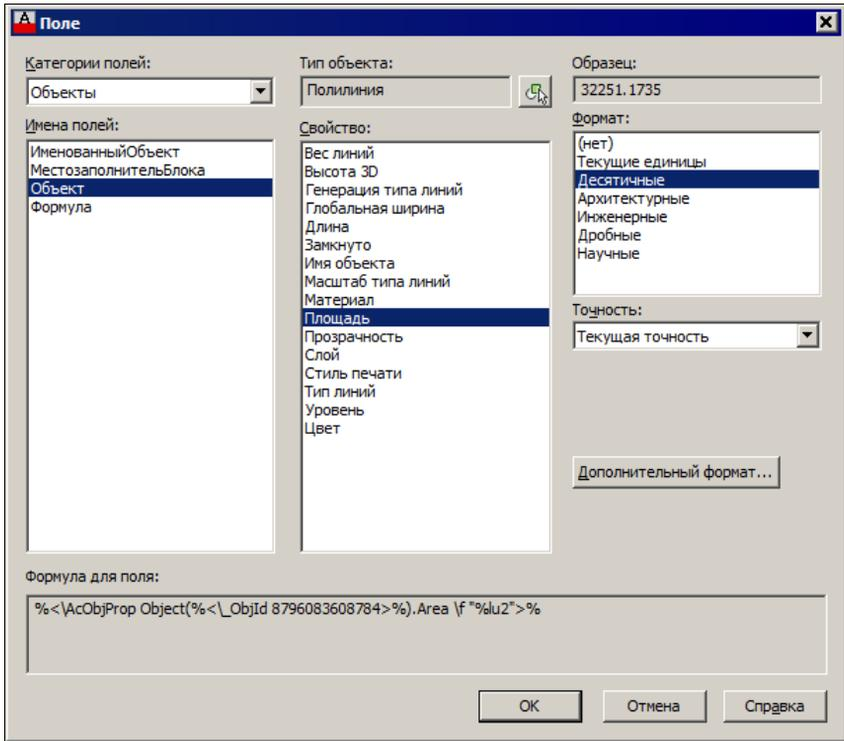

Рис. 3.33. Диалоговое окно **Поле** (категория **Объекты**, поле **Объект**)
нием на чертеже. По щелчку на этой кнопке следует отметить объект (например, однострочный текст) на открывшемся временно чертеже. Диалоговое окно примет вид, показанный на рис. 3.33.
- ◆ **Свойство** (Property) — отображает перечень всех доступных свойств выбранного объекта (на рис. 3.33 выбрано свойство **Площадь** (Area));